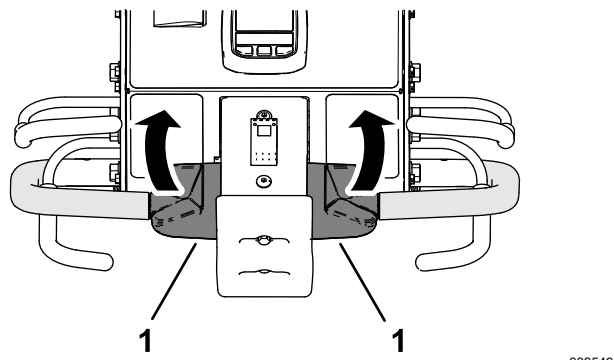

Figura 38
3. În timp ce ینی maneta pentru prezența operatorului și maneta de aerare, rotești partea superioară a comenzii de tracțiune spre înapoi (Figura 38).